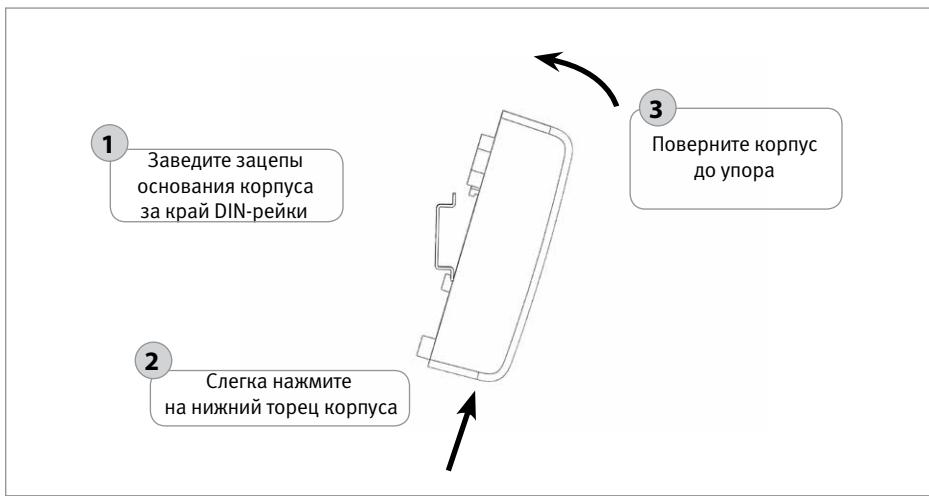

Рисунок 39.
- 3.2. Установите прибор на DIN-рейку в порядке, указанном на рис. 39.